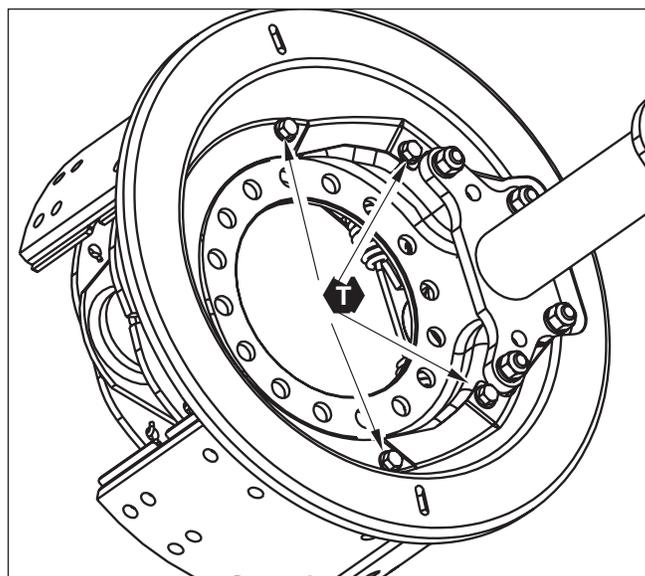

Figura 32 – Para todos los modelos 165-XX
1. Si corresponde, retire los tornillos y el sujetador. Retire todos los tornillos que sujetan el guardapolvo a la araña (entre 4 y 6 tornillos según el modelo). *Consulte la figura 32.*